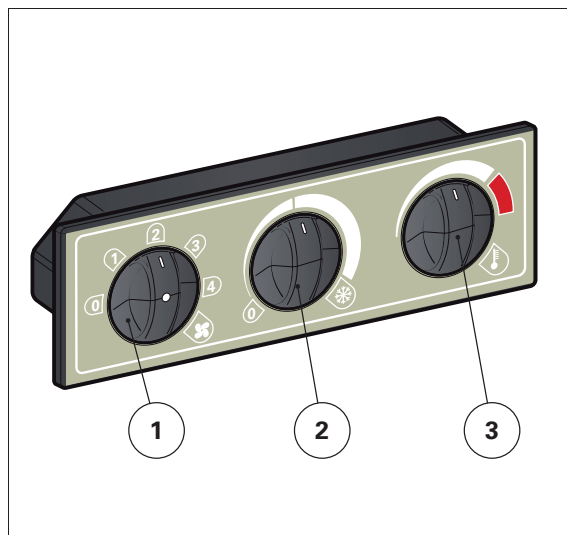

Fig. 25.
- El botón de mando (1) sirve para ajustar la velocidad del ventilador (de 0 a 4) fig. 25.
- El botón de mando del termostato (2) sirve para ajustar la temperatura del aire acondicionado fig. 25.
- El botón de mando de la calefacción (3) sirve para ajustar la temperatura fig. 25.